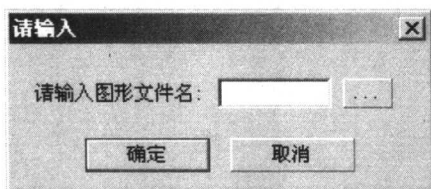

图1-2 输入对话框
在 PKPM 系列程序选择菜单中，选择“建筑”项，单击“改变目录”按钮修改工作文件目录，然后单击“应用 (A)”按钮，弹出如图 1-2 所示的对话框，在输入框中输入新的工程名称（工程名称不应带后缀名）。如果当前工作目录下该工程不存在，程序将以输入的文件名